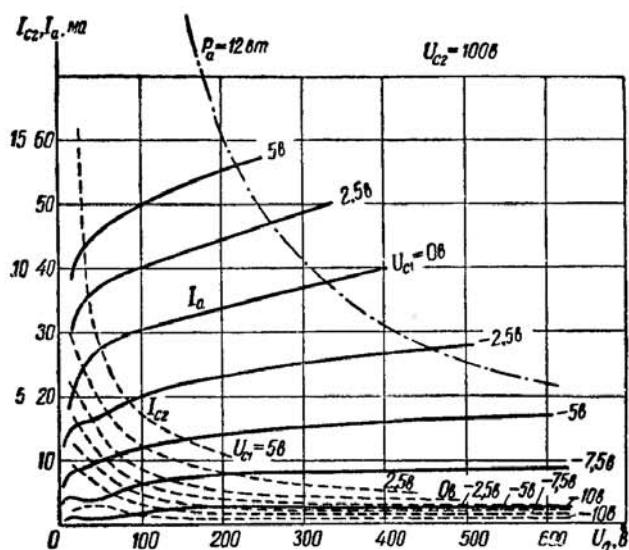

Рис. 2. Характеристики лампы типа 6П1П
**Характеристики и режимы применения.** Семейства типовых анодных характеристик лучевого тетрода БП1П для напряжений на экранной сетке 100, 200 и 250 в и в триодном включении приведены на рис. 2, 3, 4 и 5.
Качество лучевого тетрода или пентода, предназначенного для усиления мощности, определяется крутизной характеристики в точке, соответствующей критическому режиму, и распределением токов. Крутизна считается достаточной, если место перегиба характеристики расположено в области анодных напряжений, не превышающих 20–25% напряжения на экранной сетке. Ток экранной сетки в области пологих частей характеристик должен составлять не больше 10–15% анодного тока. Как видно из характеристик рис. 2, 3 и 4, лампа БП1П удовлетворяет этим условиям. Крутизна характеристики в критическом режиме у лампы БП1П, однако, несколько меньше, чем у лампы БП6С.
лампы 6П6С. Исследования, однако, показали, что из-за большей крутизны характеристики оптимальное сопротивление анодной нагрузки  $R_a$  для лампы 6П1П меньше — оно составляет 3,5 ком вместо 5 ком. Как видно из рис. 8, это приводит к резкому возрастанию третьей гармоники и суммарного коэффициента гармоник. В режиме получения максимальной мощности ( $U_a = U_{c2} = 250$  в,  $I_a = 45$  ма) лампа типа 6П1П может отдать мощность около 4,2 вт. Если нужна меньшая мощность, то следует уменьшить одновременно  $U_a$  и  $U_{c2}$  или только  $U_{c2}$ . Режимы можно выбрать по характеристикам рис. 2, 3 и 4. Наилучшее соотношение отдаваемой мощности и коэффициента гармоник получается тогда, когда напряжение на экранной сетке ниже анодного на 10—15%.